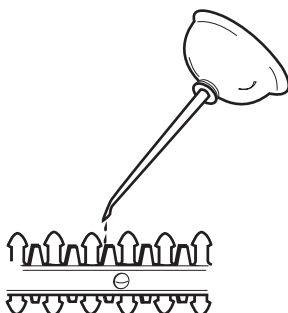

Fig. 16
2. Aplique aceite de máquina ligero a lo largo del borde de la cuchilla superior (Fig. 16). Aplique aceite en toda la longitud de la cuchilla.